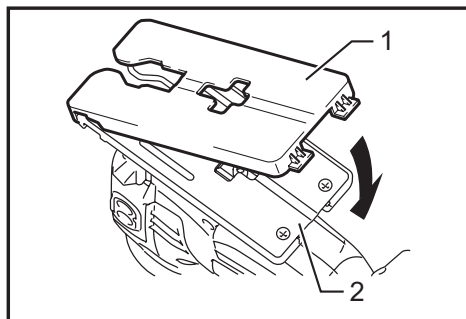

Fig.10
► Рис.10: 1. Паз 2. Крючок 3. Винт